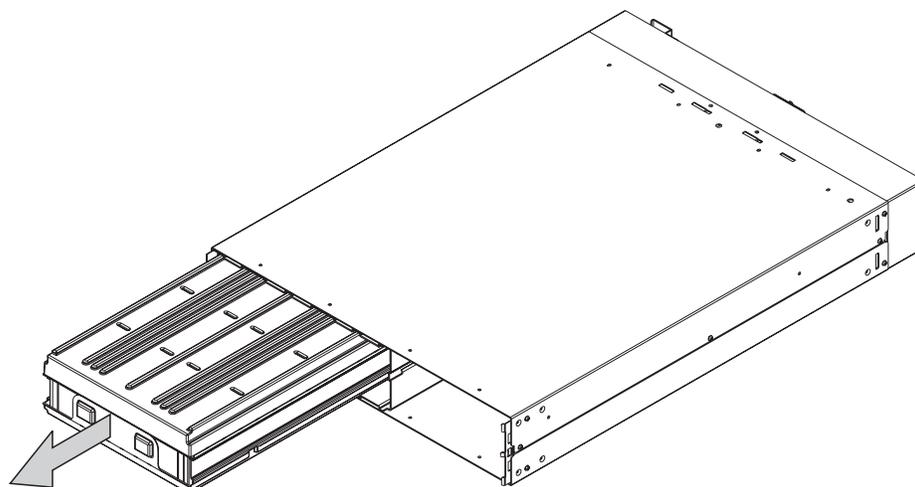

図 116. 無停電電源装置のバッテリーの取り外し
4. バッテリー・プレートを取り外して、バッテリーをつかめるようにします (225 ページの図 116 を参照)。